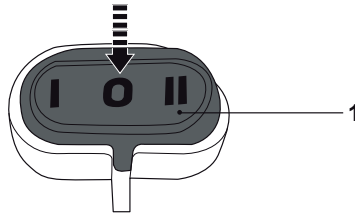

Fig. 17
- > Compruebe que el interruptor encendido / apagado (1) esté en la posición de apagado O (Fig. 17).